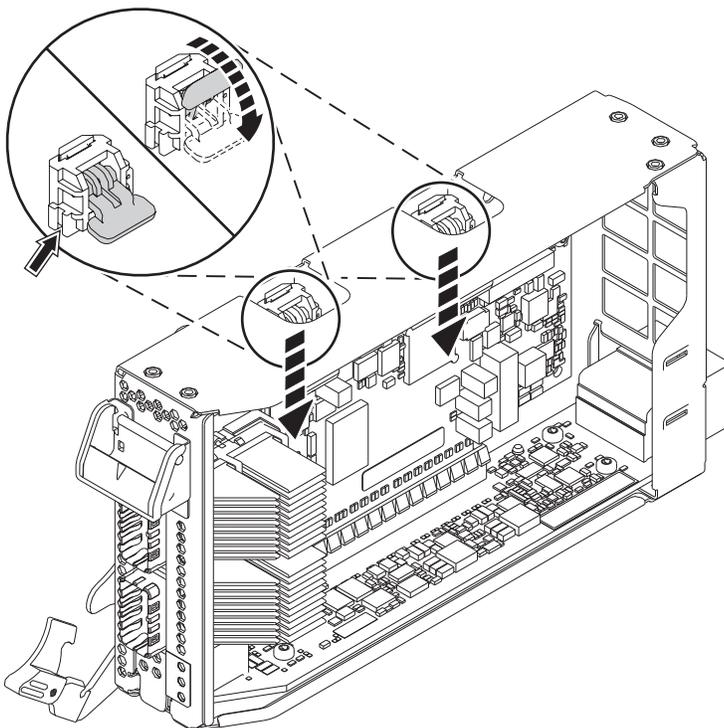

Abbildung 19. Kassettenverriegelungen einrasten lassen
- d. Drehen Sie die Kassettenverriegelungen an der Oberkante der Kassette, damit der Adapter einrastet. Siehe Abb. 19.